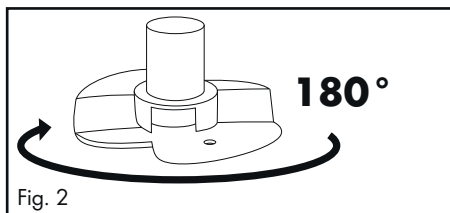
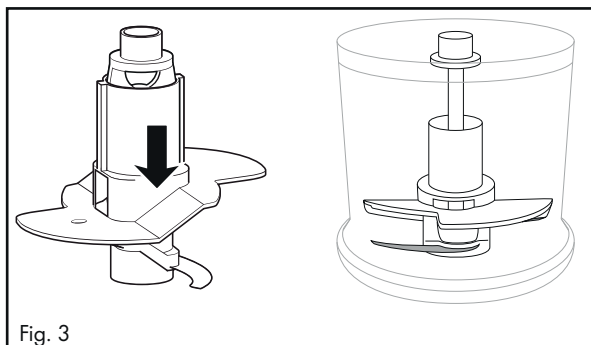

Fig. 2
Fig. 3
- For at piske 200 ml fløde skal du dreje piskedelen **10** 180° vændret (fig. 2), så den kun sidder på én kniv **7** og går i indgreb (fig. 3). Så piskes fløden hurtigere: